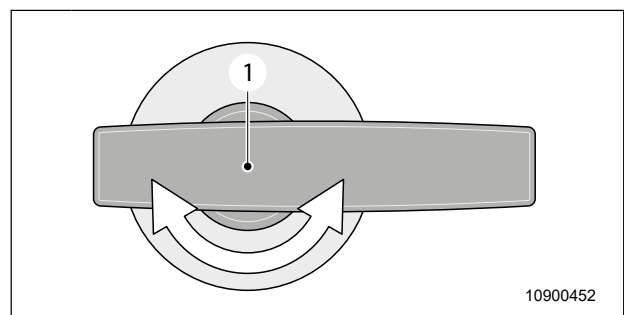

Fig. 50 Valvola di scarico serbatoio dell'acqua di scarico
1. Aprire la valvola di scarico del serbatoio acque di scarico (Fig. 50, pos. 1) e scaricare le acque di scarico in una stazione di smaltimento idonea.
2. Chiudere la valvola di scarico del serbatoio dell'acqua di scarico (Fig. 50, pos. 1).